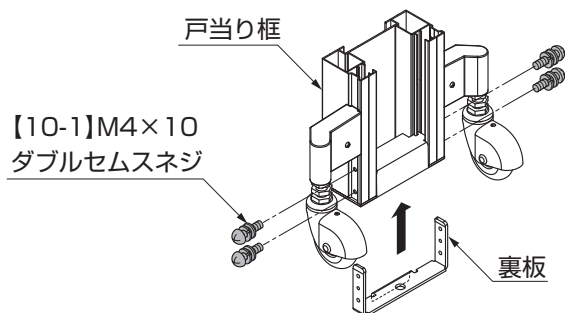

図11-8
①裏板を戸当り框に【10-1】で組付けてください。(図11-8参照)